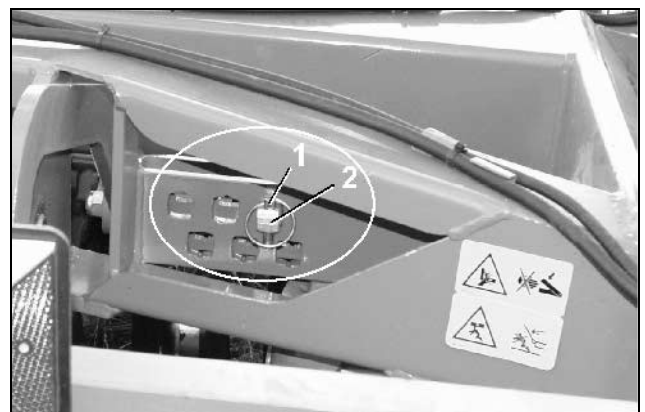

Fig. 29
- Irrota sokka (Fig. 29/1)
- Aseta epäkeskotappi (Fig. 29/2) haluamaasi säätökoloon.